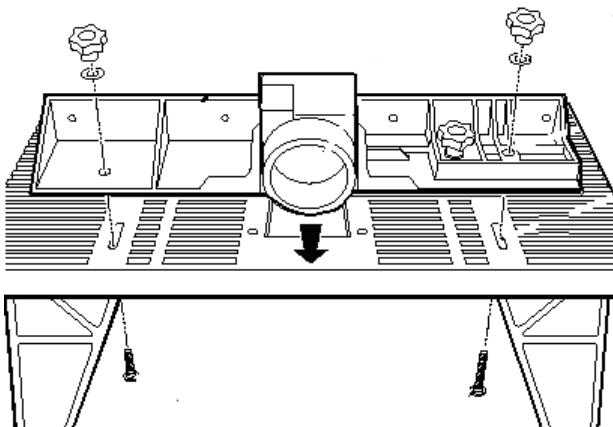

Fig 5
**Montage des Fräsanschlages am Tisch (Fig 5):**